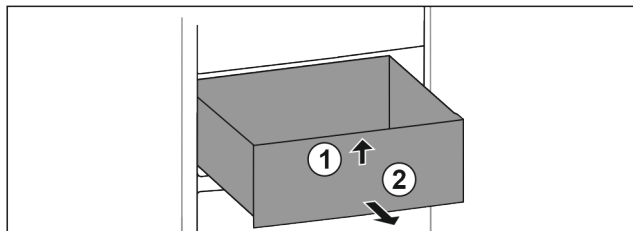

Fig. 134
- Predal spredaj dvignite. Fig. 134 (1)
- Predal vzemite ven v smeri naprej. Fig. 134 (2)